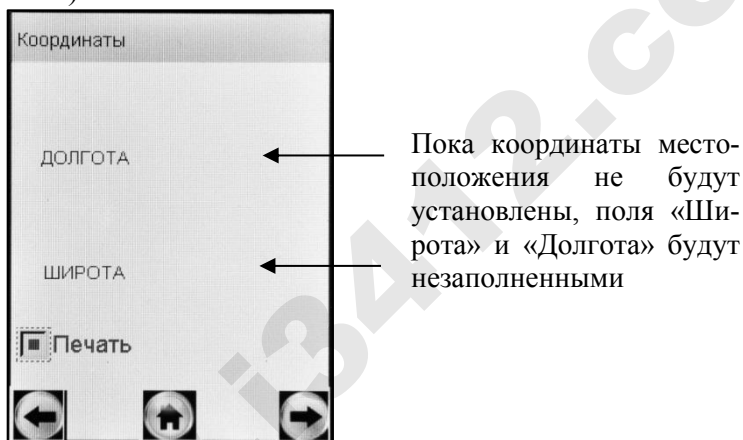

Рисунок 10 – Меню системы позиционирования
На сенсорном экране появится окно «**Координаты**» (рисунок 10).
2.5.7.6 Для активации функции автоматического внесения координат местоположения в протокол измерения, коснитесь стилусом квадрата «Печать» (рисунок 10). В этом случае в распечатываемом протоколе измерения добавится поле с координатами места проведения измерения.